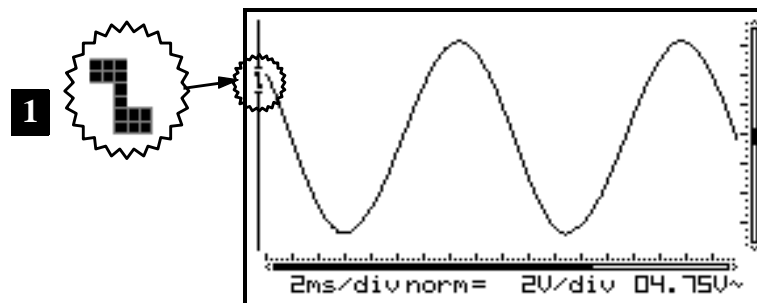

Fig 41
**1. Démarrage sur le flan montant du signal:** L'écran n'affiche le signal que lorsqu'il détecte un flan positif, c.-à-d. que le signal doit aller de bas en haut pour provoquer le démarrage. (Fig. 41)